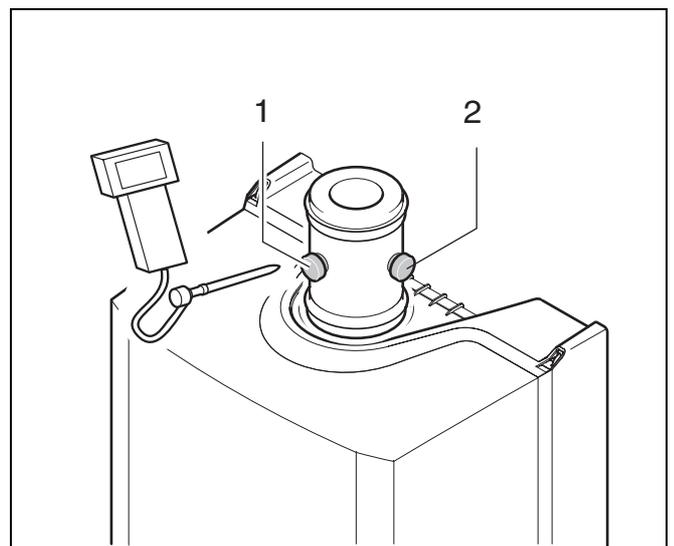

Fig. 28 Points de mesure sur le tuyau d'évacuation des fumées
- Dévisser le bouchon de fermeture correspondant (fig. 28) sur l'embout de raccordement pour le système air de combustion – fumées et revisser après avoir terminé les mesures. Mettez l'appareil en mode "Hi". Voir menu 3: "Réglages", page 20.